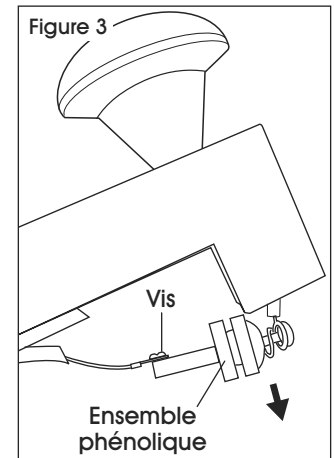

Figure 3
2. Repérez l'ensemble phénolique et retirez-le de la fente du bras en tirant vers le bas. (Voir Figure 3)
3. Retirez la vis qui fixe le fil à l'ensemble. (Voir Figure 3)